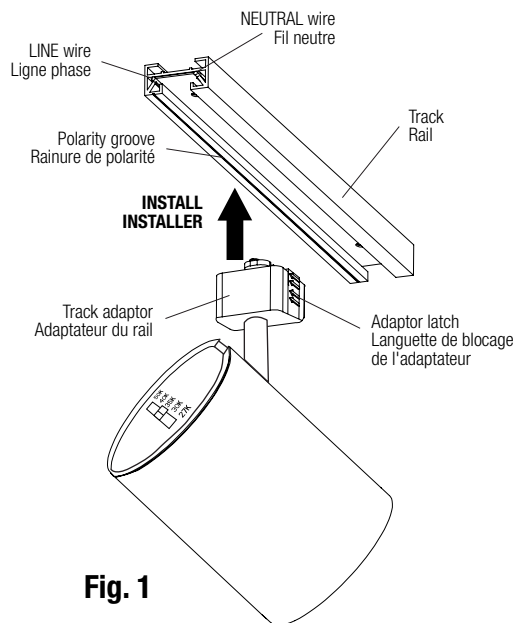

Fig. 1
1. Insert the brass contacts on the top of Track Adaptor into the Track Channel (Fig. 1).
1. Insérer les contacts en laiton de l'adaptateur dans l'encoche du rail (Fig 1).